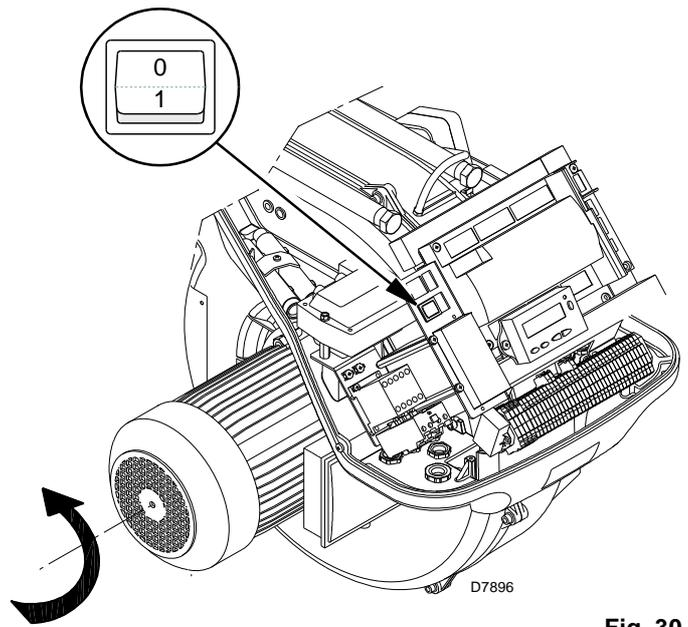

Fig. 30
Cerrar los termostatos/presostatos y poner el interruptor de la Fig. 30 en la posición "1".
Inmediatamente después del arranque del quemador posicionarse de frente al ventilador de refrigeración del motor ventilador y controlar que el mismo gire en sentido contrario a las agujas del reloj. Véase la Fig. 30.
- colocar el interruptor de la Fig. 30 en la posición "0" y esperar que la caja de control ejecute la fase de apagado;
El quemador está en estado de espera de solicitud de calor o el selector "0-1" de la (Fig. 30 a pág. 34) está en la posición "0".